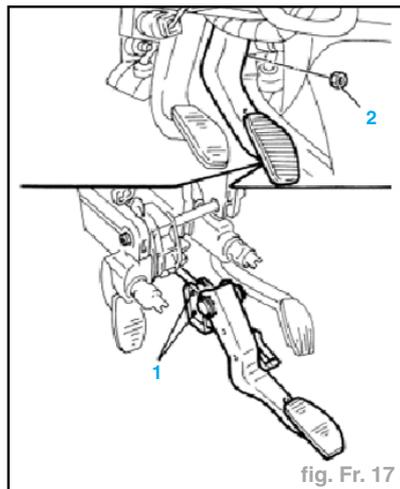

fig. Fr. 17
- En agissant sur la pédale de freins, décrocher les deux arrêteurs (1) de fixation de la tige de servofrein ; la séparer ensuite de la pédale.
- Dévisser les écrous de fixation du pédalier au servofrein (2) (fig. Fr. 17).